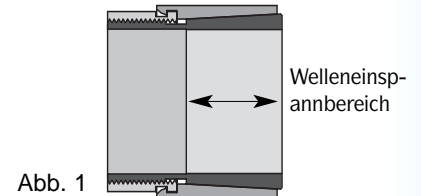
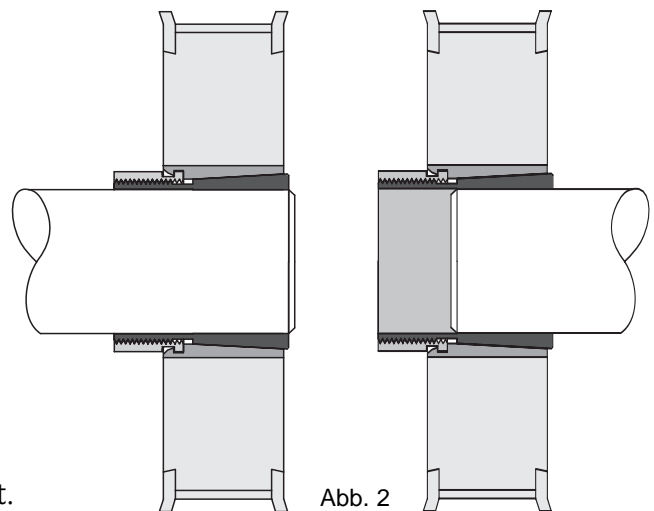

Abb. 1
Abb. 2
3. Die Trantorque-Einheit in das zu montierende Bauteil setzen und dabei sicherstellen, dass die entsprechende Nabe vollständig in die Mutter eingreift. Siehe Abbildung 2.
**ACHTUNG:** Die Welle muss vollständig in den Welleneinspannbereich (Abb. 1) der Trantorque-Einheit eingreifen. In Abbildung 2 ist der Mindesteingriff der Welle dargestellt.